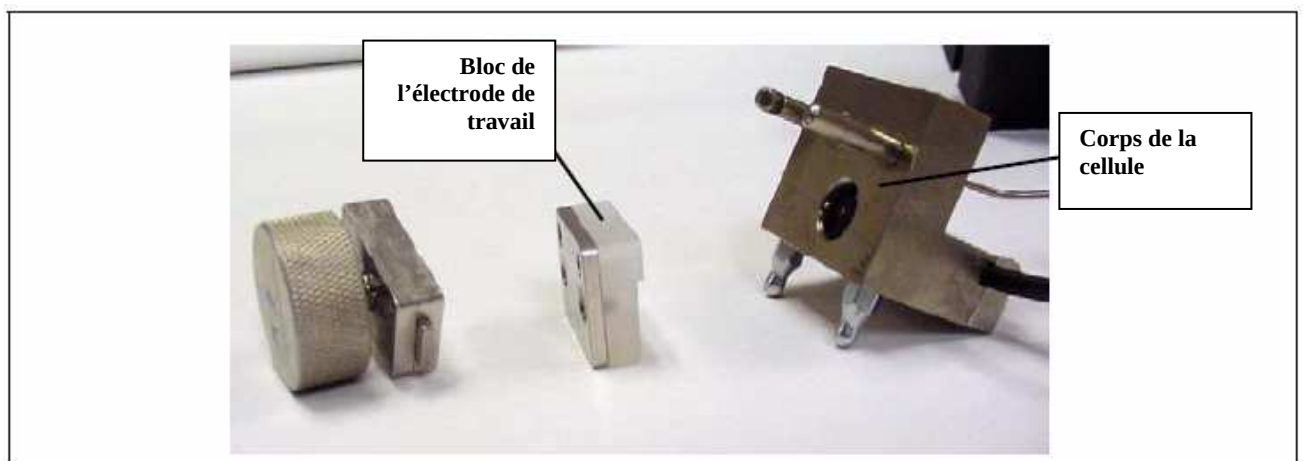

Figure 9.34. Composants de la cellule ampérométrique.
7. Séparer les parties avec précaution (voir figure 9.34).